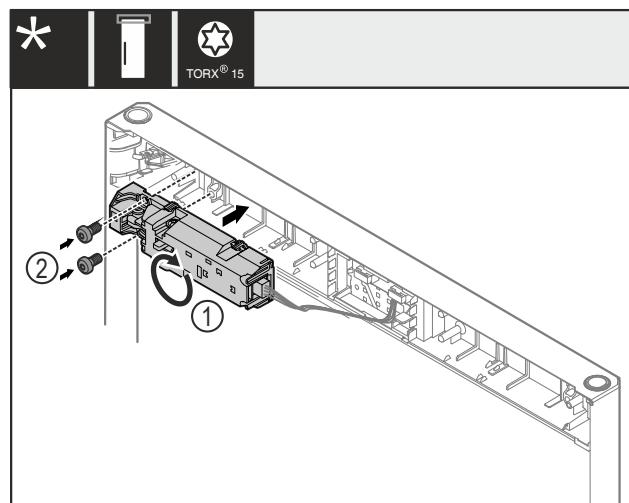

Fig. 24
▶ 将遥控锁 Fig. 24 (1)转动 180°，然后安装在对面。
▶ 将遥控锁 Fig. 24 (1)用螺钉 Fig. 24 (2)固定。